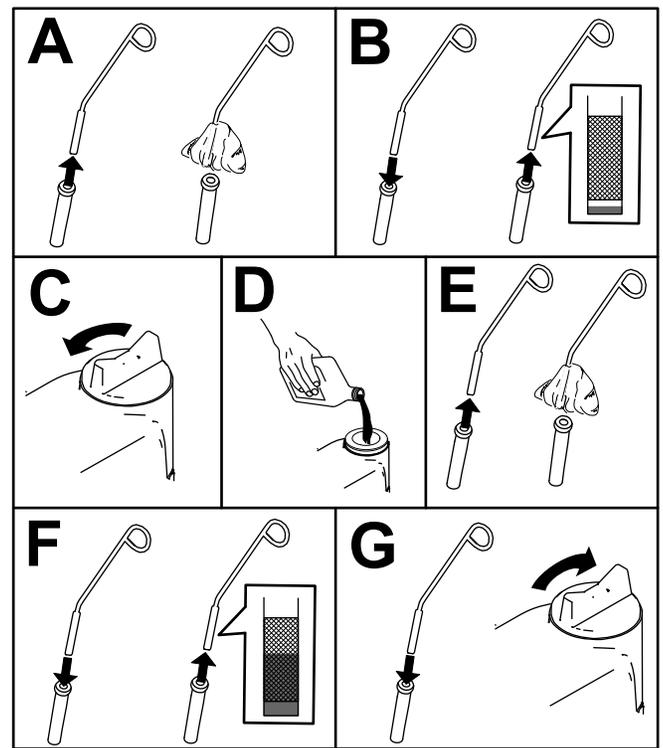

Figura 49
5. Compruebe el nivel de aceite y añada más aceite si es necesario (Figura 49).